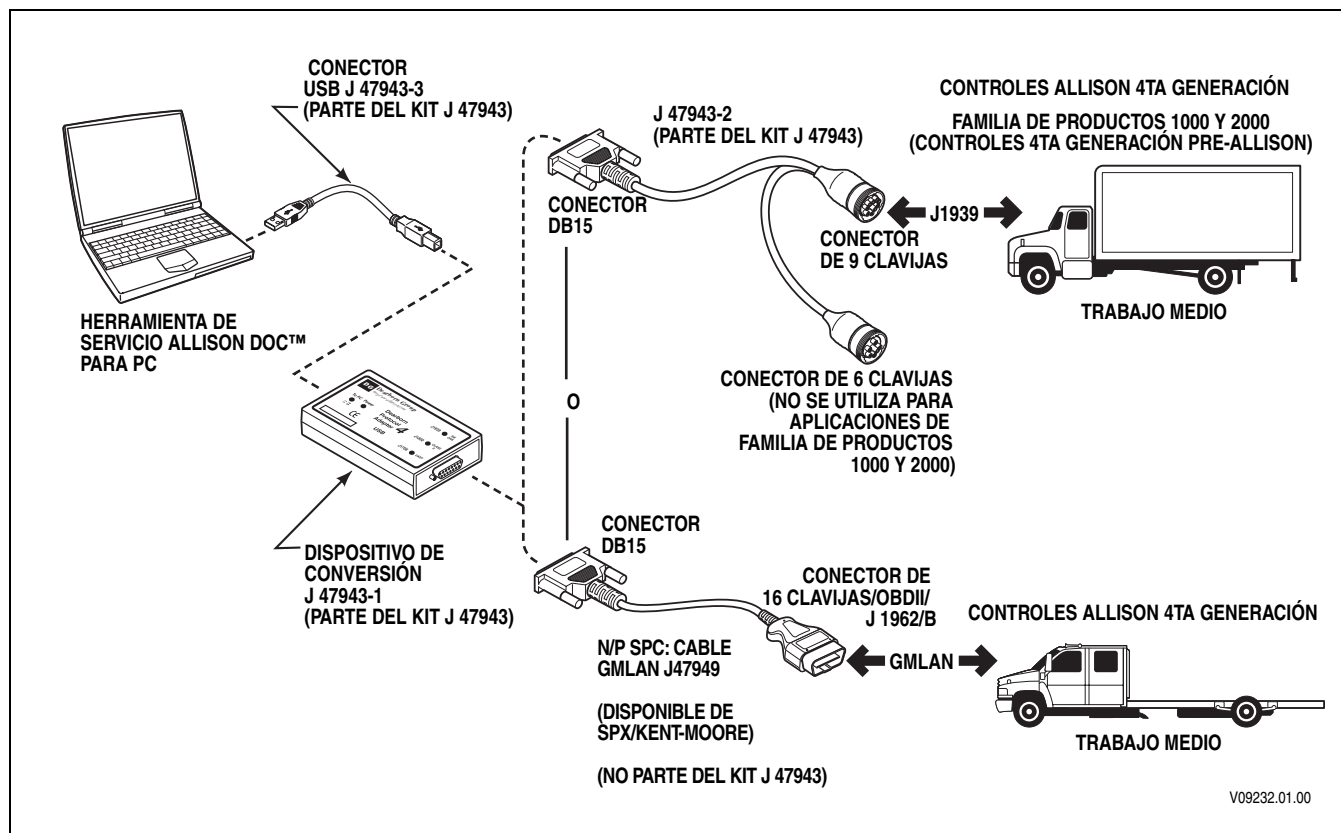

Figura 3-1. Conexiones correctas de la herramienta de servicio Allison DOC™ para PC.
- Las conexiones correctas existen para comunicarse con la herramienta de servicio Allison DOC™ para PC (figura 3-1 y figura 3-2).